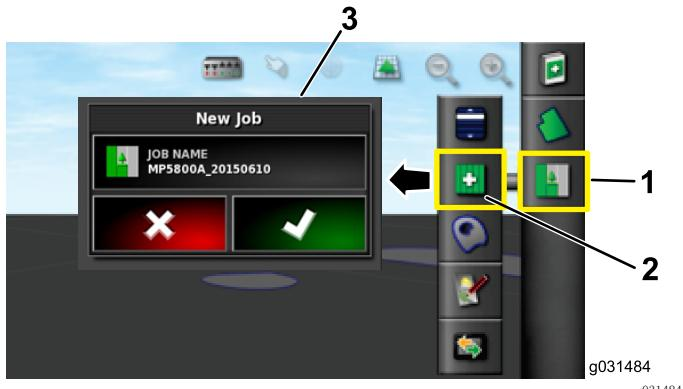

图11
5. 选择屏幕右上方的工作菜单图标(图11)。
6. 输入工作的新名称,或保留默认时间标记(图11)。